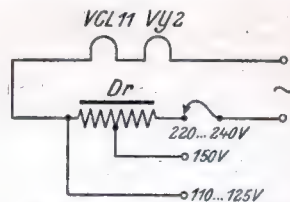

Bild 2. Die umschaltbare Drossel im Heizkreis für verschiedene Netzspannungen.
Links: Bild 2. Innenansicht des Empfängers.
Der mit einer Drossel bestückte Heizkreis für den DKE ist aus Bild 2 ersichtlich. Der Vorteil der Drossel gegenüber einem Kondensator besteht darin, daß sie für alle Spannungen verwendbar ist. Während bei 220 Volt die gesamte Drossel angeschlossen bleibt, ist bei einer Spannung von 150 Volt nur eine Anzapfung notwendig, die den Blindwiderstand entsprechend der niedrigeren Spannung herabsetzt. Nach Gleichung (4) bedeutet das auch, daß mit abnehmender Netzspannung die Induktivität kleiner wird. Bei der Verwendung eines Kondensators sind die Größenverhältnisse gerade umgekehrt. Aus der Formel  $C = \frac{1}{\omega \cdot X_C}$  ist zu ersehen, daß der Kondensator einen um so größeren Kapazitätswert erreicht, je kleiner der Blindwiderstand sein muß. Beim DKE wäre z. B. für eine Netzspannung von 150 Volt ein Kondensator